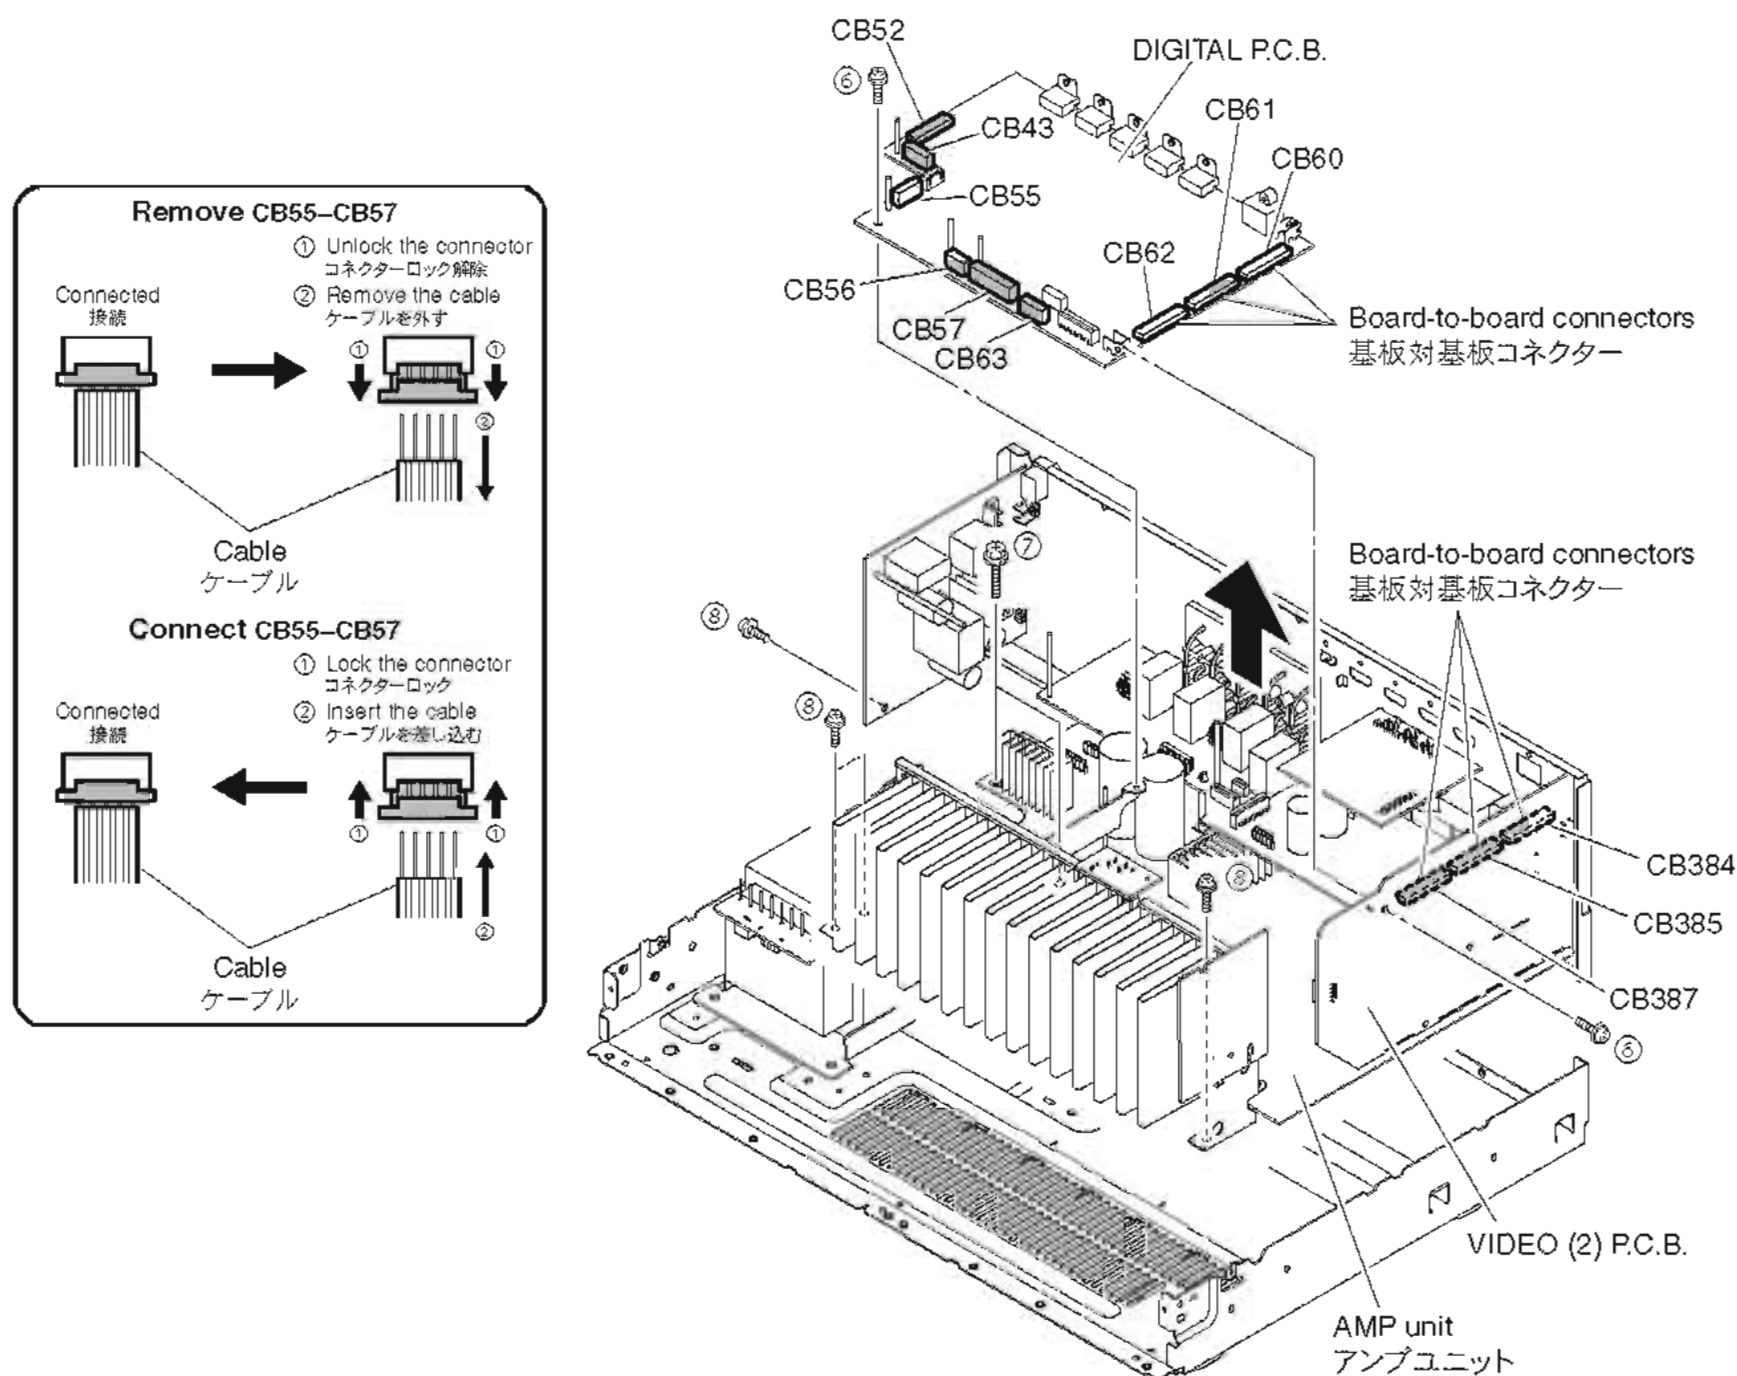

Fig. 2
- Remove 2 screws (⑥). (Fig. 2)
- Remove CB43, CB52 and CB63. (Fig. 2)
- Unlock and remove CB55~57. (Fig. 2)
- Remove the DIGITAL P.C.B. which is connected directly to the VIDEO (2) P.C.B. with board-to-board connectors. (Fig. 2)
- Remove 2 screws (⑦) and 4 screws (⑧). (Fig. 2)
- Remove the amp unit. (Fig. 2)
- ⑥ のネジ 2 本を外します。(Fig. 2)
- CB43、CB52、CB63 を外します。(Fig. 2)
- ロックを外し、CB55 ~ 57 を外します。(Fig. 2)
- DIGITAL P.C.B. を外します。ただし、DIGITAL P.C.B. は VIDEO (2) P.C.B. に基板対基板コネクタで直接接続されています。(Fig. 2)
- ⑦ のネジ 2 本、⑧ のネジ 4 本を外します。(Fig. 2)
- アンプユニットを外します。(Fig. 2)